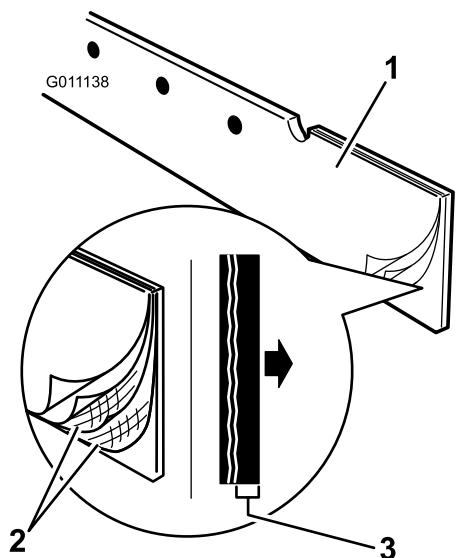

Figure 11
- Placez le racloir de sorte que le bord en caoutchouc soit à l'avant et la partie renforcée à la fibre de verre soit à l'arrière (Figure 11).